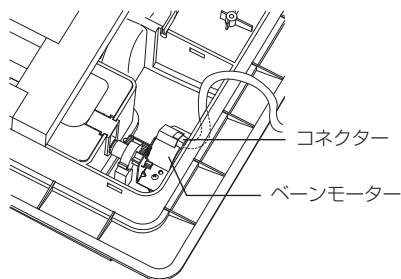
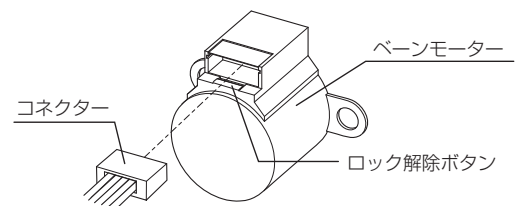

図19
図20
- ・ ベーンに接続しているコネクターを外します。コネクターはロックされていますのでロック解除ボタンを押しながらコネクターを外します。(図19、図20)